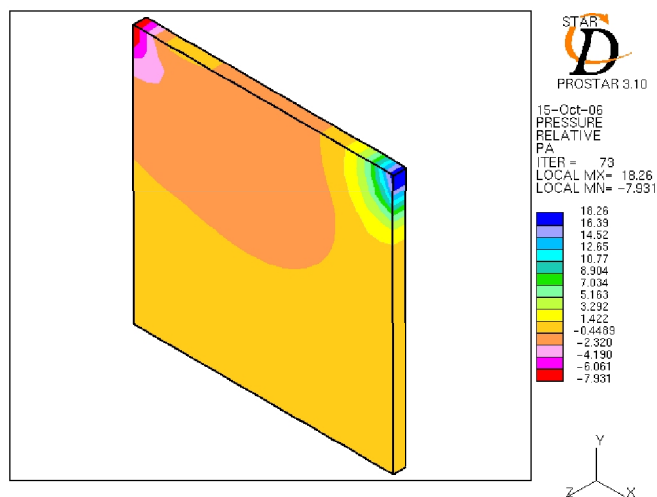

Рис. 10.8. Поле давления
- Нажмите на кнопке **Plot to Screen** и в окне PROSTAR появится поле давления, приведенное на рис. 10.8.